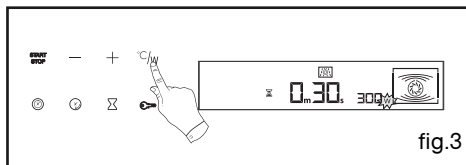

fig.3
- Druk op de toets $\frac{C}{W}$, "300 W" verschijnt, dit is de maximumtemperatuur (fig.3).